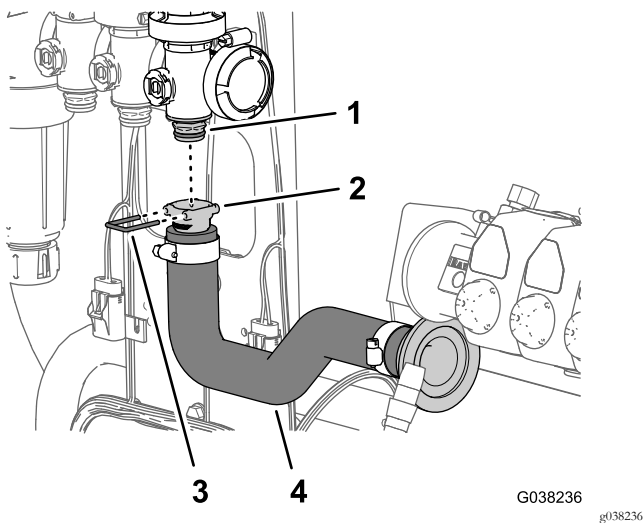

Bild 54
4. Befestigen Sie das Schlauchanschlussstück mit dem Halter (Bild 54), der mit dem Durchflussmessgerätschlauch bereitgestellt wird, am Ventilanschlussstück.
3. Befestigen Sie das Schnellkupplungsanschlussstück des Durchflussmessgerätschlauchs am Schnellkupplungsanschlussstück des Hauptprühventils (Bild 54).